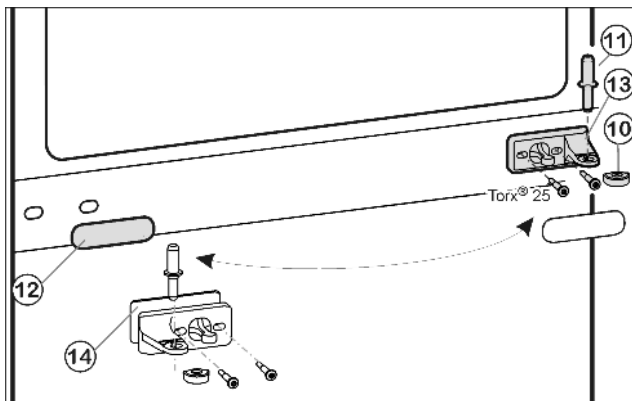
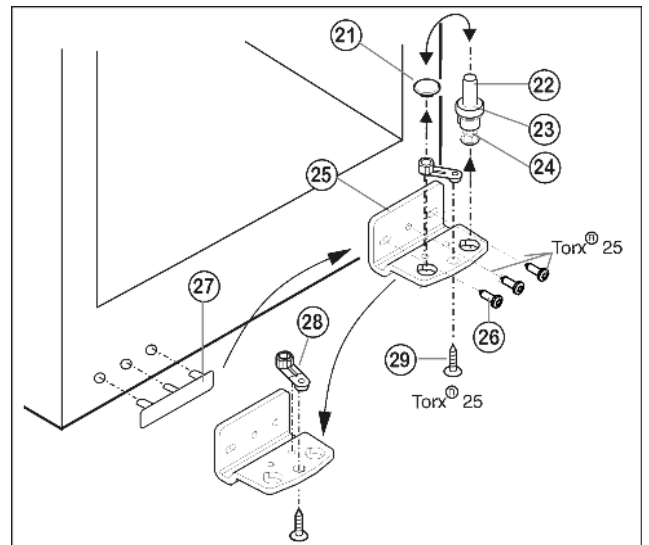

Fig. 9
Fig. 10
- ▶ Húzza ki a középső csapszeget Fig. 9 (11) a csapágybakból és az alsó ajtóból.
- ▶ Húzza le a műanyag sapkát Fig. 9 (10).
- ▶ Csavarozza le a a Fig. 9 (13) középső csapágybakját (2 x Torx® 25).
- ▶ Óvatosan húzza le a takaróelemet Fig. 9 (12).
- ▶ A Fig. 9 (13) középső csapágybakját a Fig. 9 (14) alátétével 180°-kal elfordítva erősen (4 Nm-es nyomatékkal) csavarozza fel az új csuklópánt oldalára.
- ▶ A takaróelemet Fig. 9 (12) 180°-kal elfordítva pattintsa vissza a fogantyú új oldalára.
- ▶ A teljes csapszeget Fig. 10 (22), a alátéttel Fig. 10 (23) és a állítható lábbal Fig. 10 (24) együtt felfele húzza ki.
- ▶ Emelje le a dugót Fig. 10 (21).
- ▶ Csavarozza le Fig. 10 (26) a csapágybakot Fig. 10 (25).
- ▶ Csavarozza le Fig. 10 (29) a csapágyrészt Fig. 10 (28), helyezze át a csapágybak túloldali felvevő furatába és csavarozza vissza.
- ▶ Óvatosan emelje le a fogantyú oldalán lévő fedelet Fig. 10 (27), és helyezze át az ellenkező oldalra.
- ▶ Csavarozza vissza a csapágybakot Fig. 10 (25) a csuklópánt új oldalán 4 Nm-es nyomatékkal, szükség esetén egy akkus csavarhúzóval.
- ▶ A dugót Fig. 10 (21) helyezze be a másik lyukba.
- ▶ Helyezze be a teljes csapszeget Fig. 10 (22) az alátéttel és az állítható lábban együtt. Ügyeljen közben arra, hogy a bekattanó bütyök hátrafele legyen.
- ▶ Az alsó ajtót felülről helyezze az alsó csapszegre Fig. 10 (22).
- ▶ Helyezze vissza a műanyag sapkát Fig. 9 (10) a középső csapágybakra Fig. 9 (13).
- ▶ Helyezze be az alsó ajtóba a középső csapszeget Fig. 9 (11) a csuklópánt új oldalán, a középső csapágybakon Fig. 9 (13) keresztül.
- ▶ A felső ajtót helyezze a középső csapszegre Fig. 9 (11).
- ▶ Az ajtókat az alsó Fig. 10 (25) és a középső csapágybakban Fig. 9 (13) lévő két hosszított furat felett igazítsa egy vonalba a készülék házzal. Ehhez az alsó csapágybakon Fig. 10 (25) a középső csavart csavarja ki.